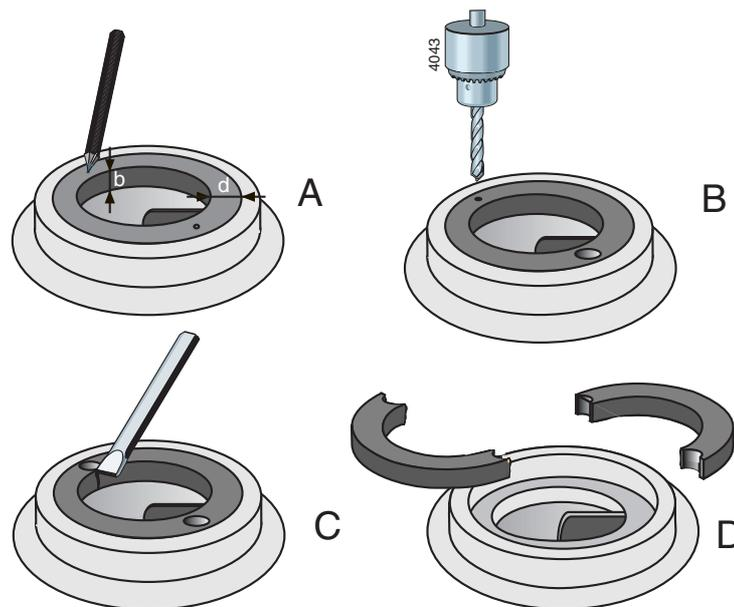

Abbildung 6: Demontage des Verschleißrings.
- 2 An zwei einander gegenüberliegenden Stellen in der Mitte des Rands des Ringes ein kleines Zentrierloch schlagen, siehe Abbildung 6 B.
- 3 Mit einem Bohrer mit einem etwas kleineren Durchmesser als die Dicke **d** des Ringes zwei Löcher in den Ring bohren, siehe Abbildung 6 C. **Nicht tiefer als die Breite b des Rings bohren.** Die Kante des Pumpengehäuses darf nicht beschädigt werden.
- 4 Schlagen Sie die überschüssige Ringstärke mit einem Meißel ab. Der Ring kann jetzt in zwei Teilen aus dem Pumpengehäuse herausgenommen werden, siehe Abbildung 6 D.